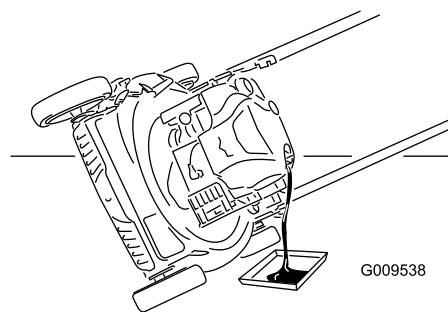

Рисунок 28
4. Для слива отработанного масла через маслозаливную патрубку переверните машину набок воздушным фильтром вверх (Рисунок 28).